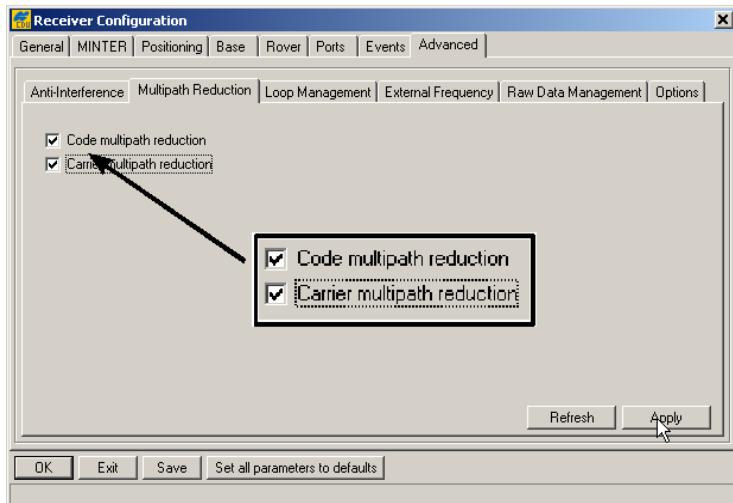

Рисунок 3-3. Настройка подавления многолучевости
3. Выберите вкладку *Advanced* (Расширенные функции), а затем вкладку *Multipath* (Многолучевость), выберите перечисленные ниже поля, после чего щелкните на кнопке *Apply* (Применить), см. рис. 3-3: